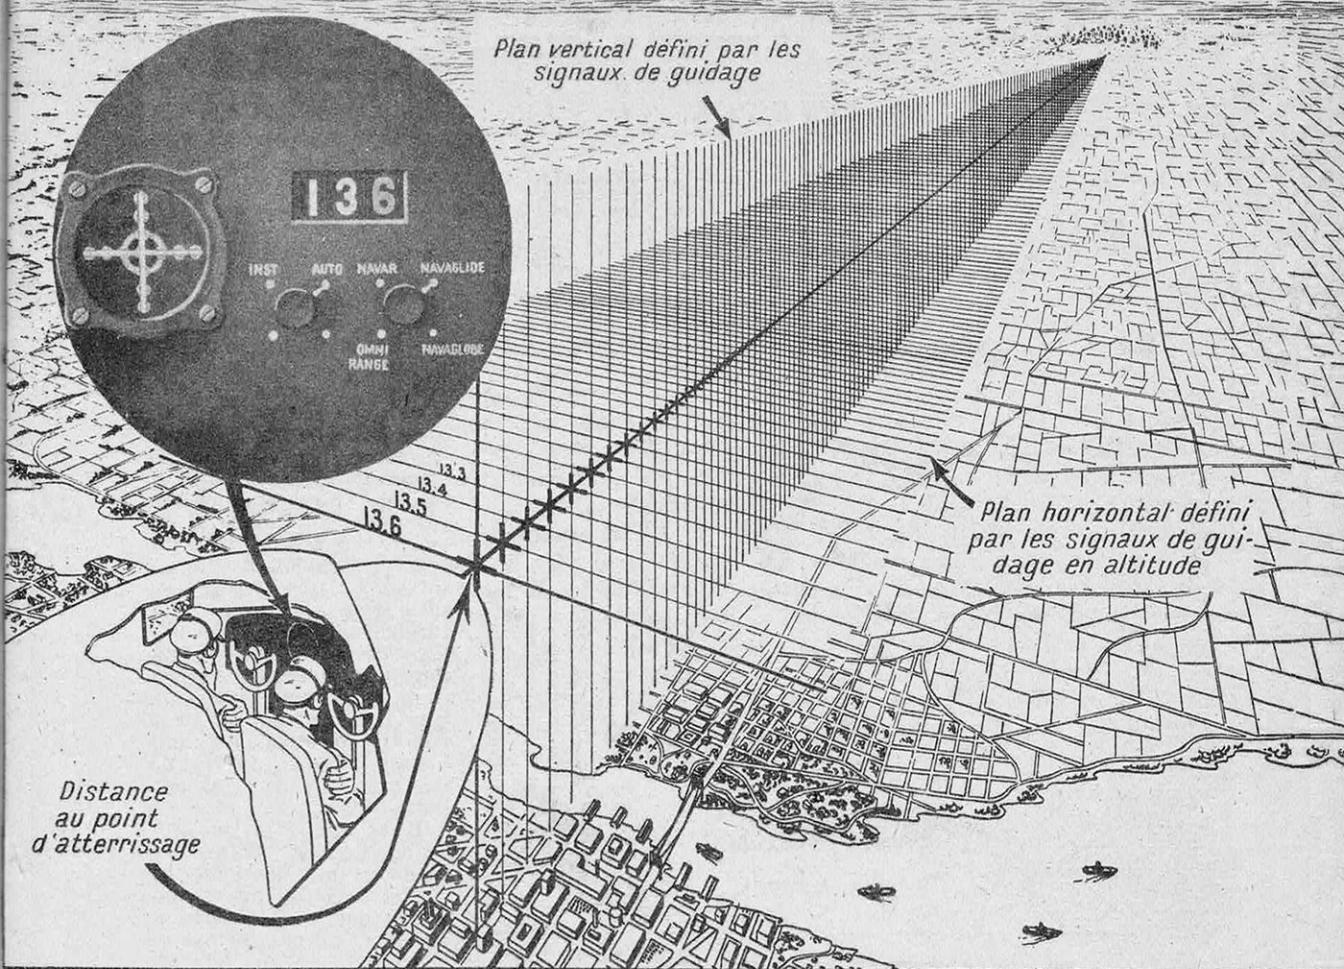

FIG. 9. — L'INDICATEUR NAVAGLIDE DE BORD POUR L'ATERRISSAGE SANS VISIBILITÉ
A gauche, indicateur d'azimut et, au-dessous, indicateur de distance. A droite, sélecteur de route (ou « computer »); au moyen des boutons A et B, on y affiche le cap de la route choisie et la distance à laquelle elle passe de l'émetteur; le bouton C est placé sur L (left) ou sur R (right) suivant que la route passe à gauche ou à droite de l'émetteur; dans ces conditions, on obtient sur le cadran du « Navaglide » (voir fig. 9) l'indication « droite » ou « gauche » permettant de se maintenir sur cette route. Si, au contraire, on veut orbiter, c'est-à-dire tourner autour de l'émetteur à distance constante (attente du tour d'atterrissage), on affiche cette distance en tournant le bouton B, on place le bouton C sur l'indication NO (orbite normale) ou CO (orbite en sens contraire), et la même aiguille droite-gauche permet de se maintenir sur l'orbite choisie.
Le « Navaglide » est un équipement destiné à l'atterrissage en pilotage sans visibilité manuel ou automatique. Comme le S. C. S. 51, dont l'extension a été encouragée par l'O. A. C. I., il indique, sur un même cadran à aiguilles croisées (fig. 9), la direction à suivre (*localizer*) et la pente correcte de descente (*glide path*). Mais le principe radioélectrique sur lequel il est établi est différent. Il offre les avantages suivants sur le système S. C. S. 51 (1) actuel :
(1) Voir *Science et Vie*, n° 356, mai 1947, p. 227, et n° 365, février 1948, p. 62 et 71.